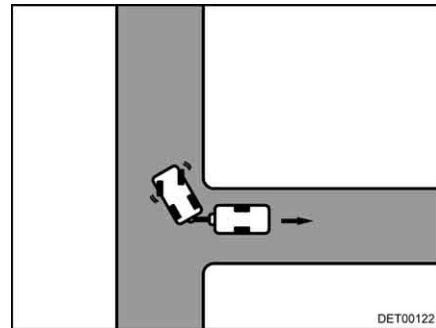

Fig. 18 Sterzare verso destra
- Sterzare verso destra e spostarsi con prudenza in retromarcia (Fig. 18).